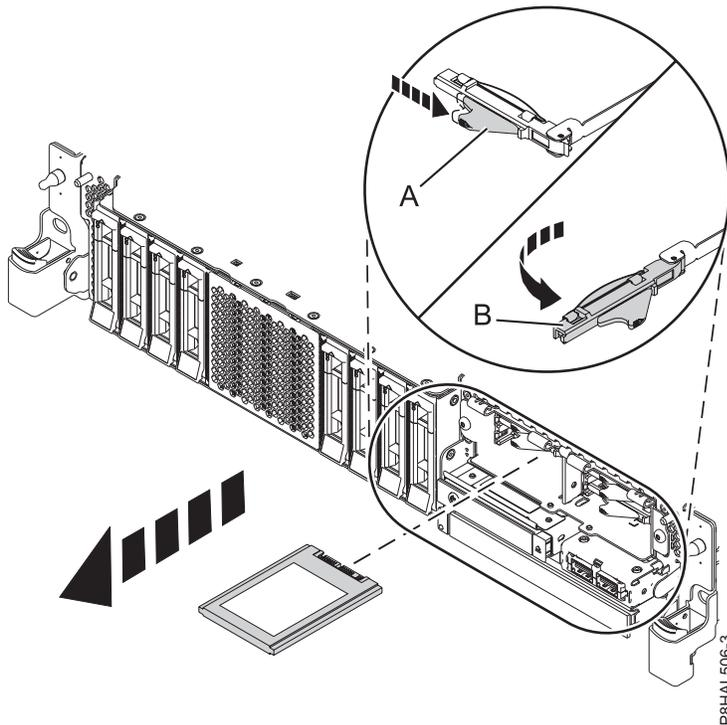

Figure 77. Retrait d'une unité SSD d'un système à fonction étendue
15. Lorsque le voyant d'identification s'allume et reste fixe, déverrouillez la poignée de la baie d'unité **(B)** en appuyant sur le loquet de la poignée **(A)** dans la direction indiquée et en tirant la poignée de la baie d'unité **(B)** vers vous. Voir : figure 77. Si la poignée n'est pas complètement sortie, vous ne pouvez pas retirer l'unité SSD du système.